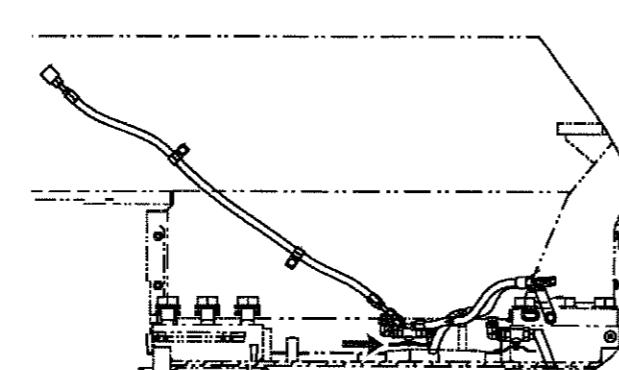

Ilustración 223
7. Abra la válvula de corte del combustible. Vea la Ilustración 223 .